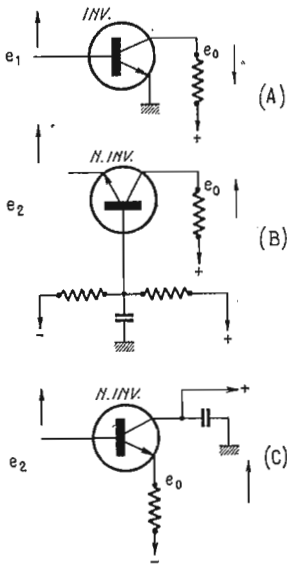

FIG. 11
Il en est de même dans le cas du montage en collecteur commun indiqué en (C) figure 11 qui est un montage non inverseur.